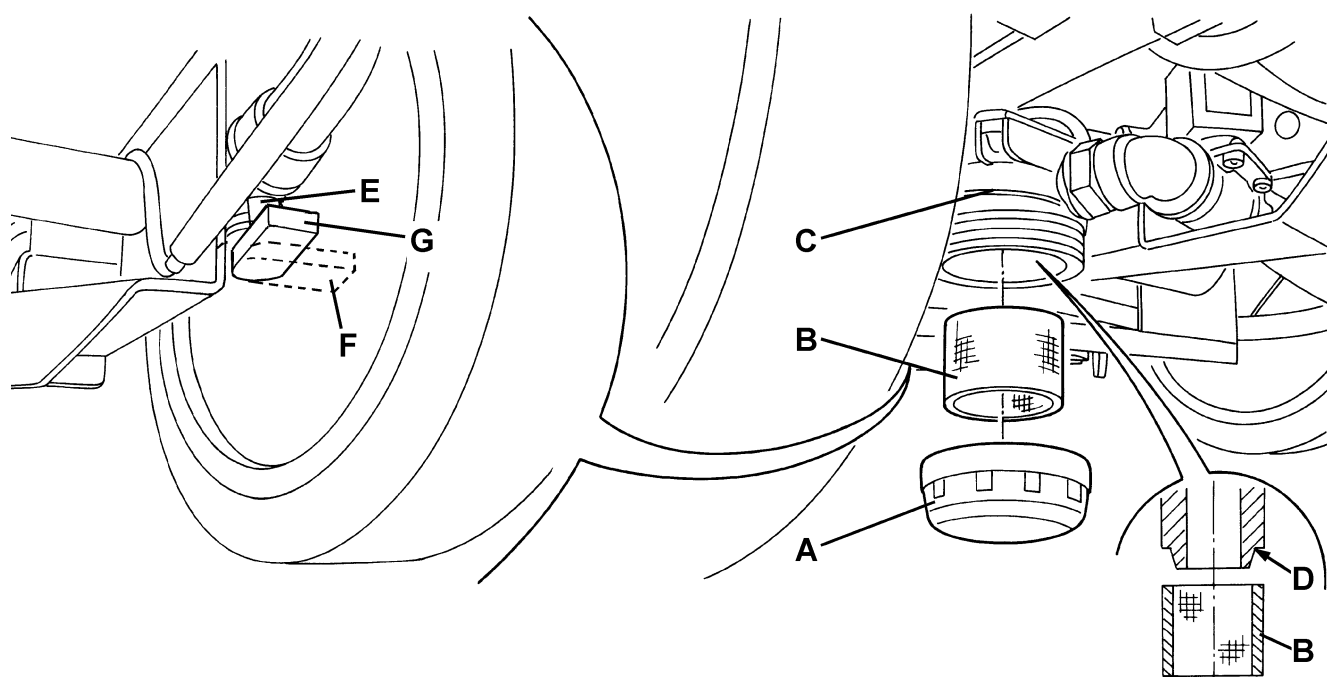

Figure 6
2. Tourner la clé de contact (42) sur "0".
3. Fermer la soupape de la solution (E, Fig. 6) situé dessous la machine, derrière la roue arrière droite. La soupape (E) est fermée quand elle se trouve dans la position (F) par rapport aux tuyaux et elle est ouverte quand elle se trouve dans la position (G).
4. Déposer le couvercle transparent (A), puis déposer le filet filtrant (B) sous la machine, devant la roue arrière droite. Les nettoyer et les reposer sur le support (C).